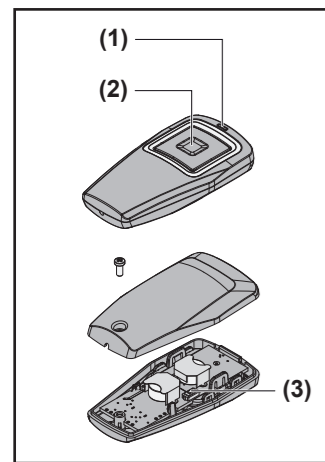
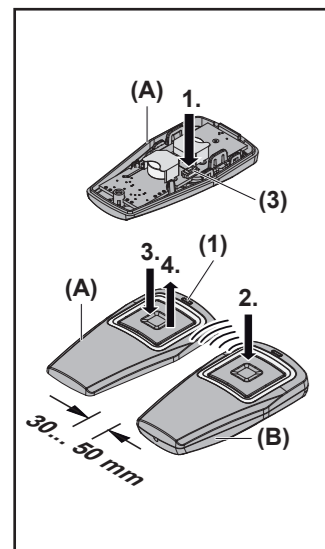

Fig. 1
Fig. 3
3 Beskrivelse af apparatet (fig. 1)
5.2 Brug af håndsenderen (fig. 1)
- ▶ Tryk på knappen (2) på håndsenderen. Funktionen, der er forbundet med knappen (fx OP / NED), udføres.
5.3 Kopiering af en knappfunktion (fig. 3)
3 Apparatbeskrivelse (fig. 1)
5.2 Bruk av håndsenderen (fig. 1)
- Trykk tasten (2) på håndsenderen. Funksjonen forbundet med tasten (f.eks. port opp/ned) blir utført.
5.3 Kopier en tastfunksjon (fig. 3)